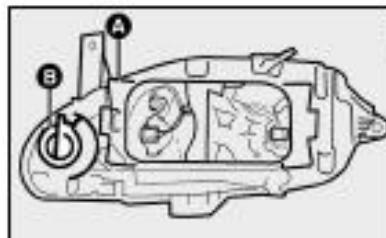

fig. 30
1) remover a tampa plástica para ter acesso à lâmpada deslocando a trava A-fig. 30;
2) retirar o porta-lâmpadas B-fig. 30 girando-o no sentido anti-horário;